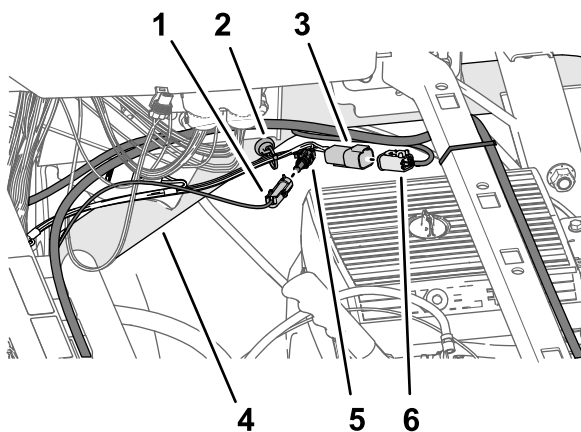

Figura 201
3. Ligue o conector de um pino da cablagem da bateria rotulada *****IMPORTANTE***LIGUE ESTE FIO UNICAMENTE A FONTE DE ALIMENTAÇÃO LIGADA 12 v (***)important*** only connect this wire to switched 12v power source)** no conector de uma tomada da seção com 66 cm da cablagem do kit (Figura 201) rotulado SW'D PWR DE GEN 2 TOPCON (sw'd pwr for gen 2 topcon).
- Ligue o conector de quatro pinos da secção de cablagem de 66 cm do kit rotulado ALIMENTAÇÃO ASC 10 E CAN DO X30 (asc 10 pwr & can from x30) ao conector de quatro tomadas da secção da cablagem de dados rotulado CAN 2/ASC10 BUS (Figura 201).